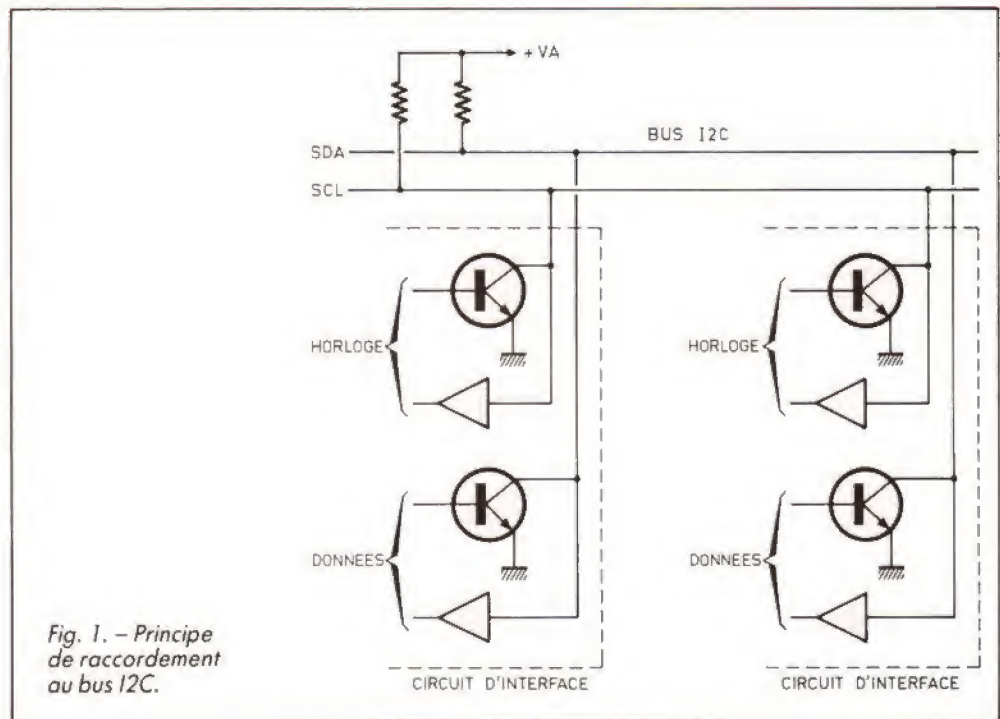

Fig. 1. - Principe de raccordement au bus I2C.
OU câblé. Comme des circuits de technologies diverses peuvent être utilisés sur ce bus, les niveaux électriques ne sont pas fixes, mais sont définis par les résistances de rappel, visibles figure 1. Pour cette même raison, nous ne parlerons dans ce qui suit que de niveaux logiques haut (1) ou bas (0), et nous verrons en fin d'article la correspondance avec les niveaux électriques. Quoi qu'il en soit, la logique utilisée est une logique positive, et un niveau logique haut est représenté par une tension supérieure à un niveau logique bas.
Du fait du mode de connexion représenté figure 1, les lignes SCL et SDA sont à l'état haut lorsque aucun abonné ne les utilise en émission.
Comme le montre la figure 1, la connexion des abonnés aux deux lignes du bus I2C est particulièrement simple. Les sorties à destination des lignes SCL et SDA sont à collecteur ou à drain ouvert afin de permettre la réalisation d'un